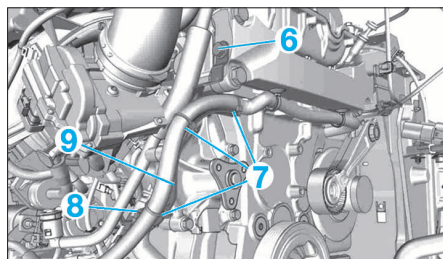

FIG. 26
- la vis (6) (Fig.26),
- les colliers de maintien du faisceau électrique (7),
- la vis (8),
- le support de faisceau électrique (9).